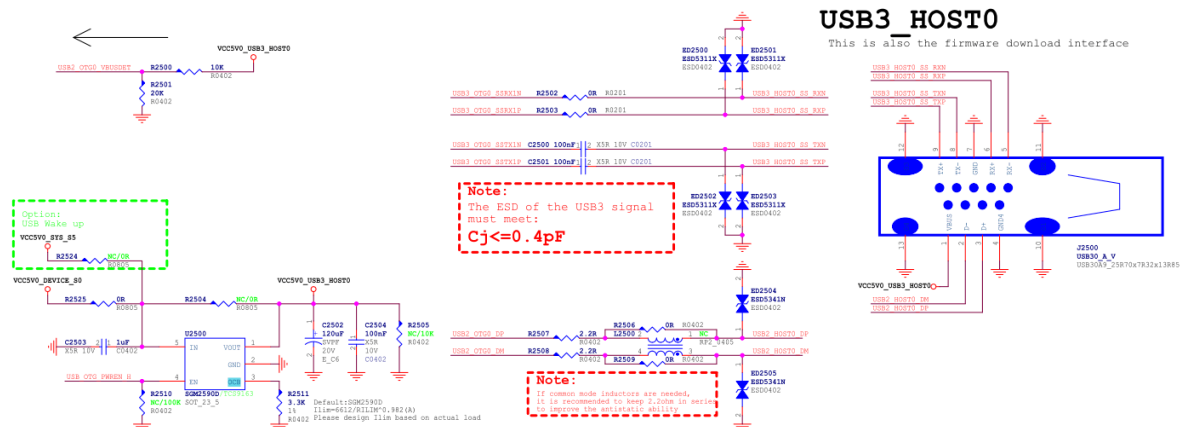

图 12 RK3576 Type-A USB3.1 接口
3. Type-A VBUS 的供电电源 (VCC5V0_USB30_HOST0) 由 GPIO 控制，当 OTG 作 Device mode，关闭 VBUS 输出。当 OTG 作 HOST mode，打开 VBUS 输出。此外，稳压芯片 SGM2590D 的输出电流由 OCB pin 连接的电阻决定，最大电流 $I_{lim}(A)=6612/R_{ILIM}^{0.982}$ ，如下图 12 所示，VBUS 输出限流为 2.3A；